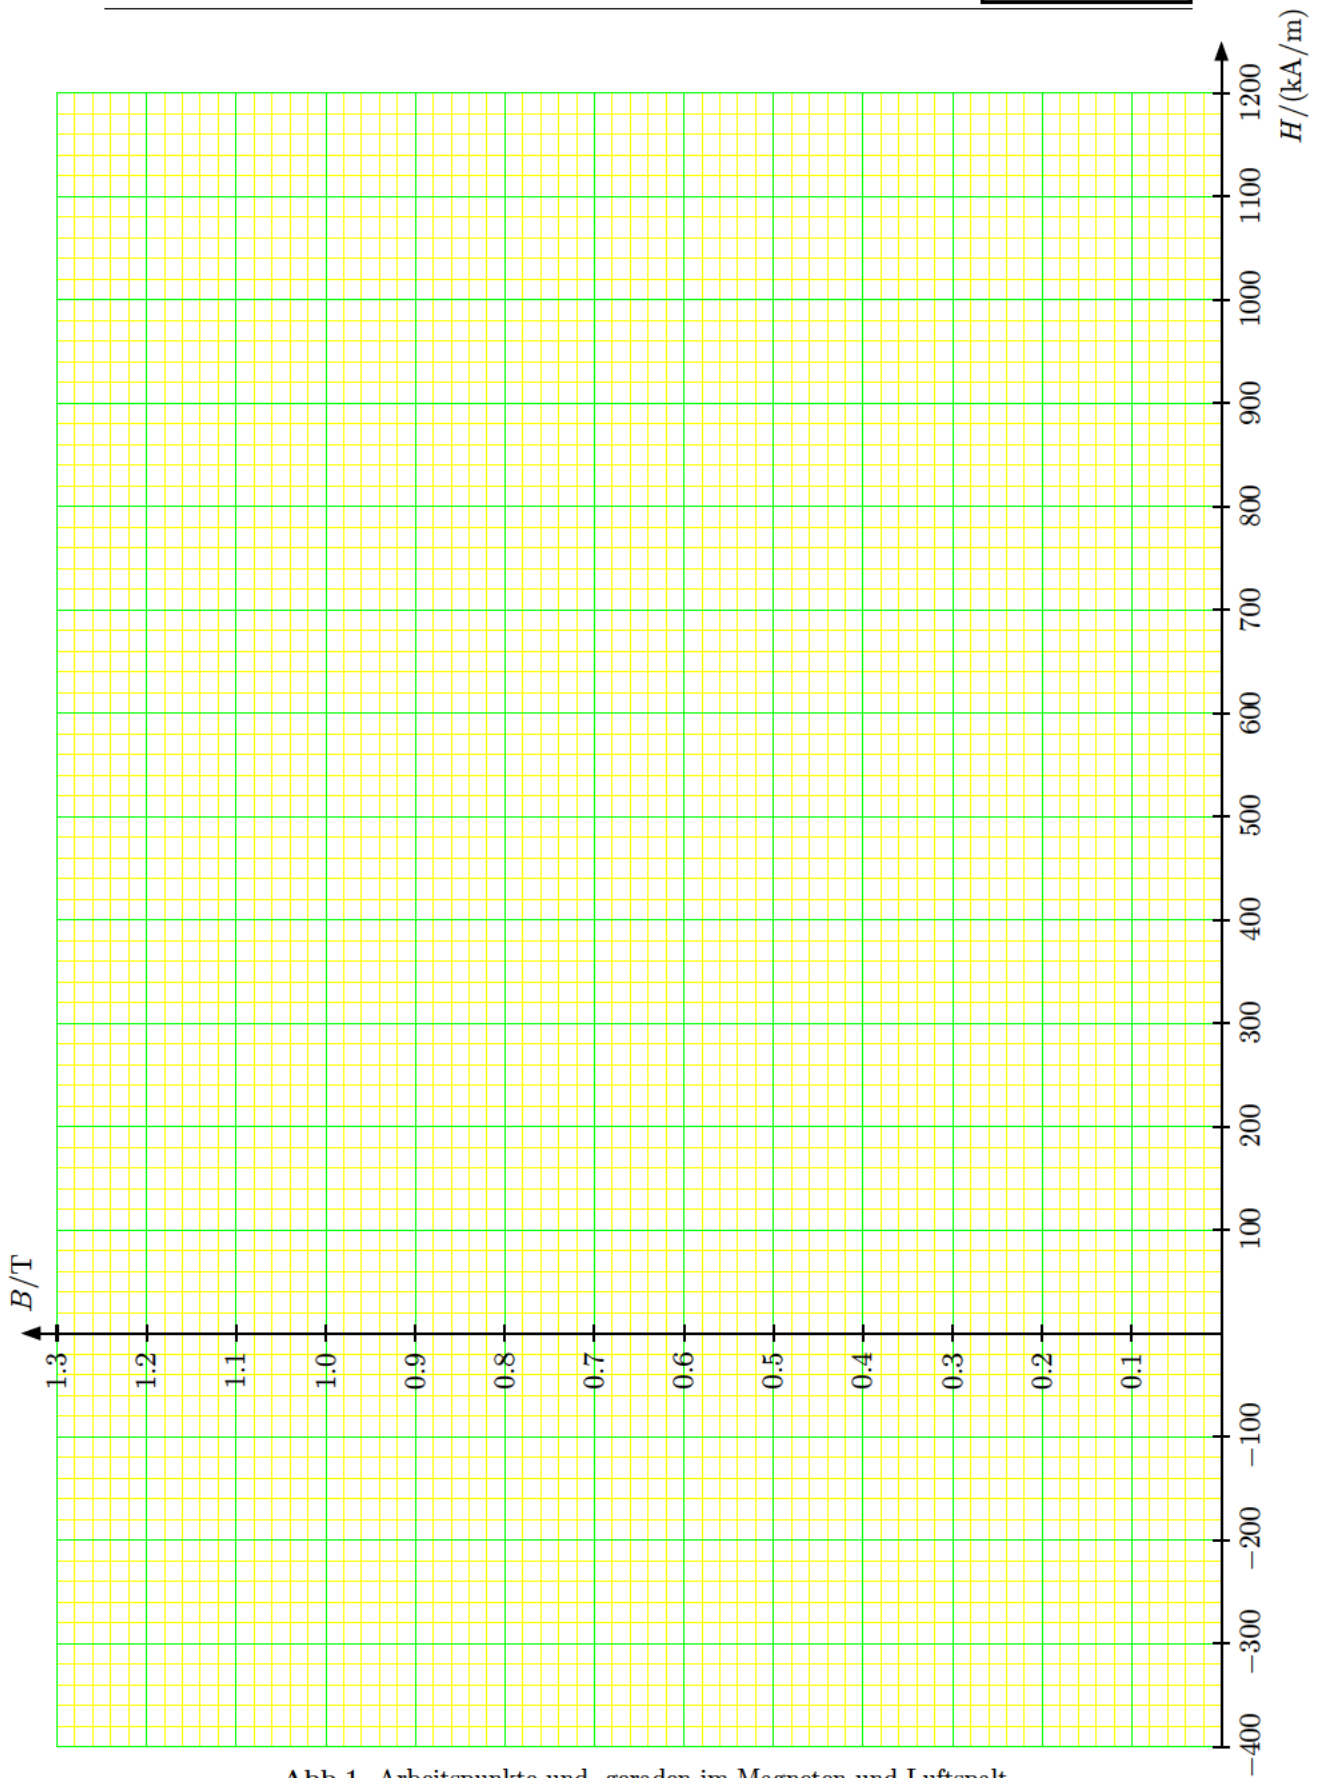

Abb.1 Arbeitspunkte und -geraden im Magneten und Luftspalt.
- Tragen Sie die Ergebnisse in Tab. 1 und im $B(H)$ -Diagramm (Abb. 1) ein:
5. Wiederholen Sie die Überschlagsrechnung für die Arbeitspunkte der Magnete und Luftspalte für die beiden Modifizierungen und tragen Sie die Ergebnisse für B_L , H_L , B_M und H_M für beide Varianten in die Tab. 4 und ins $B(H)$ -Diagramm (Abb. 1) ein.
8. Tragen Sie die Ergebnisse der numerischen Feldberechnung für die Arbeitspunkte für Magnet und Luftspalt für alle 3 Fälle (Original und beide Reduziervarianten) in das $B(H)$ -Diagramm (Abb. 1) ein!